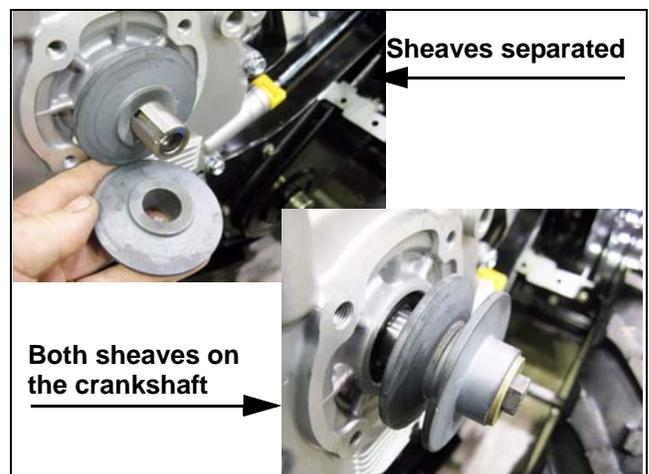

Figure 2.8
4. Crankshaft pulley: See Figure 2.8.